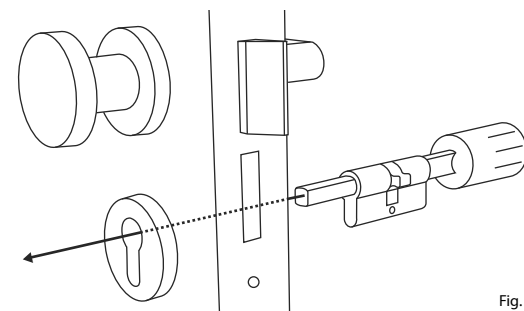

Fig. 4
- 4 Glissez le cylindre depuis la face intérieure de la porte dans la serrure encastrée de la porte (Fig. 4).